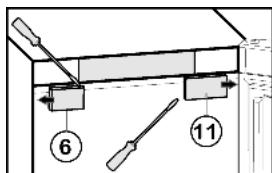

Fig. 5
► Снимите крышки со стороны ручки Fig. 5 (6): справа выведите из фиксатора при помощи плоской отвёртки и сдвиньте наружу.
► Снимите крышки со стороны шарнира Fig. 5 (11): слева выведите из фиксатора при помощи плоской отвёртки и сдвиньте наружу.
- Установите крышку Fig. 5 (6) снаружи со стороны шарнира с поворотом на 180° и защелкните ее.
- Установите крышку Fig. 5 (11) снаружи со стороны шарнира с поворотом на 180° и защелкните ее.